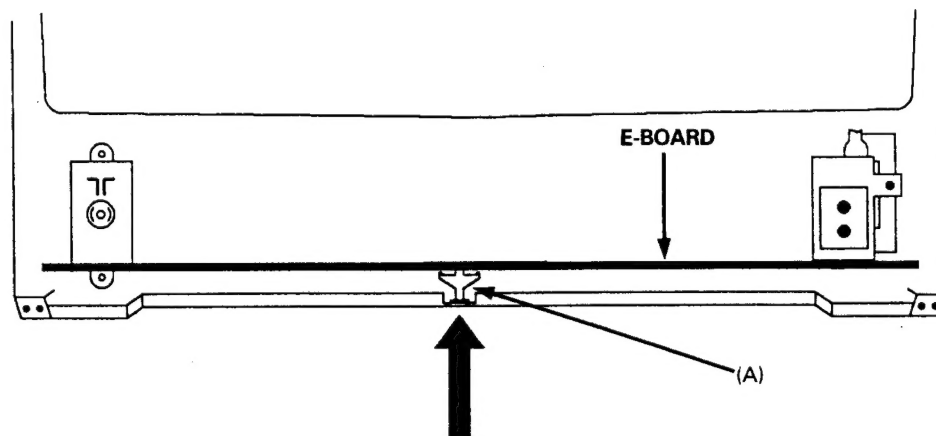

Fig. 3 Abb. 3
1. Using a small screwdriver release the Pcb retaining clip (A) as shown in fig. 3 and 4.
1. Mit einem schmalen schraubendreher den platinenhalter (A) nach oben drücken, wie in Abb. 3 und 4 gezeigt.